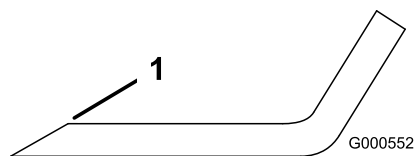

Figure 62
1. Au moyen d'une lime, aiguisez les tranchants aux deux extrémités de la lame (Figure 62).